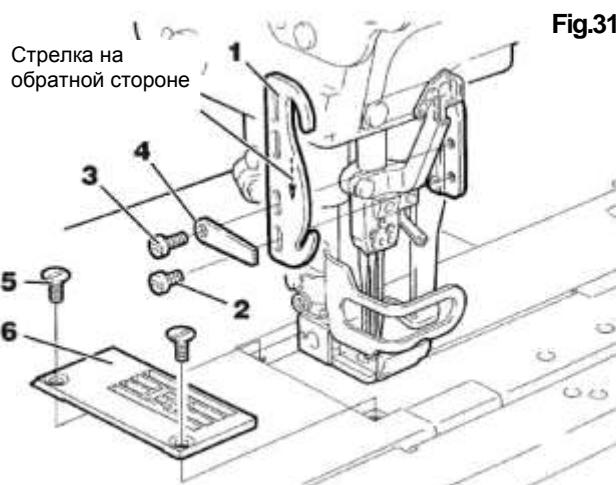
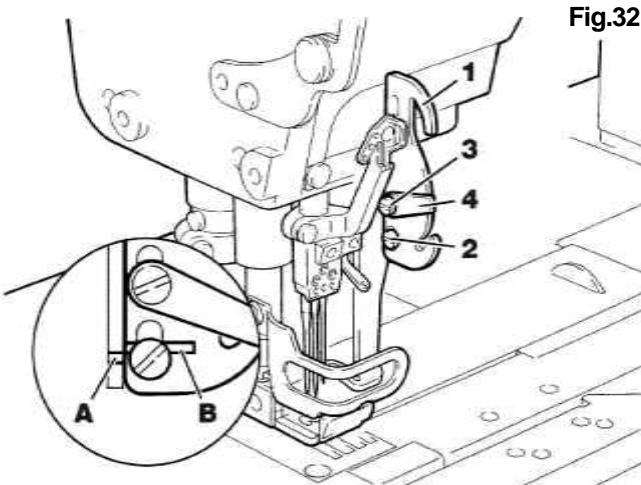

Fig.31
Fig.32
- 1 Снимите винты 2 и 3. Поверните нитепрятгиватель 1 игольной нити верхней стороной вниз (для изменения параметров с плотных стежков на свободные стежки). Проверьте, обращена ли вниз стрелка С, выгравированная на нитепрятгивателе игольной нити 1, как показано на Рис. 31. Установите метку А на кронштейне нитепрятгивателя игольной нити и метка В на нитепрятгивателе игольной нити 1 на место (см. Рис. 32). Затяните винт 2. Установите ограждение игольной нити 4 в стандартное положение в соответствии с типом используемой нити. Временно затяните винт 3.